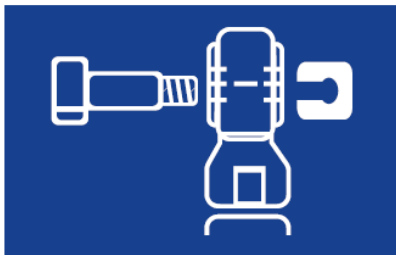

Fig. 4
1. Verwijder de bevestigingsbout (Fig. 4).